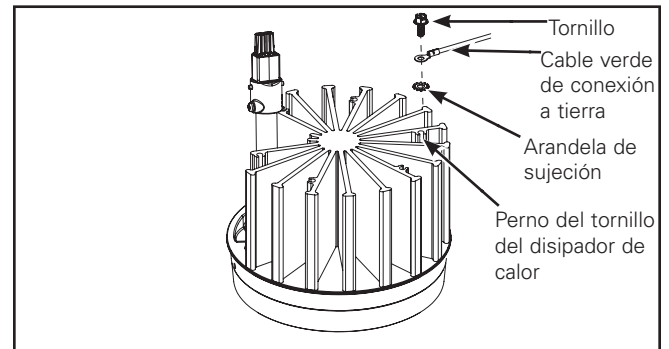

Figura 8.
- Encuentre el cable de conexión a tierra verde dentro del alojamiento cilíndrico y conéctelo al perno del tornillo del disipador de calor, utilizando la arandela de sujeción y el tornillo incluidos (Figura 8.).